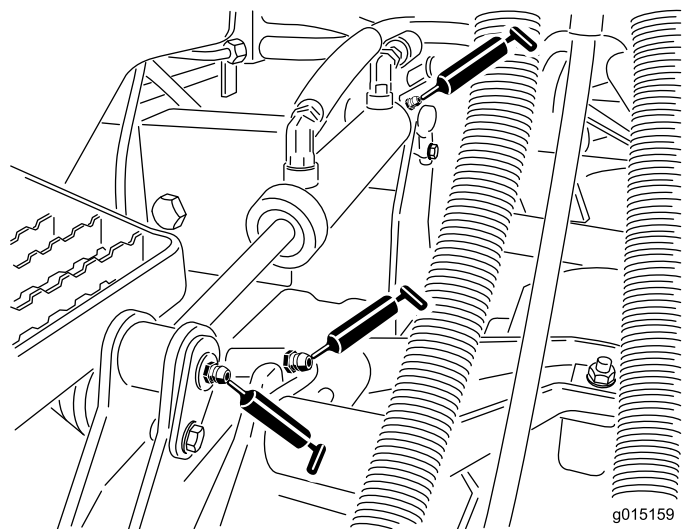

图 44
- 提升臂轴套每个滚刀组 1 个(图 44)
- 提升油缸轴套每个滚刀组 2 个(图 44)